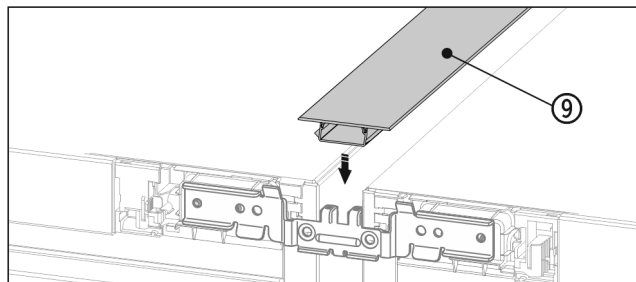

Fig. 21 *
- ▶ Na horní straně zatlačte krátkou krycí lištu Fig. 21 (9) do horizontální spáry.*